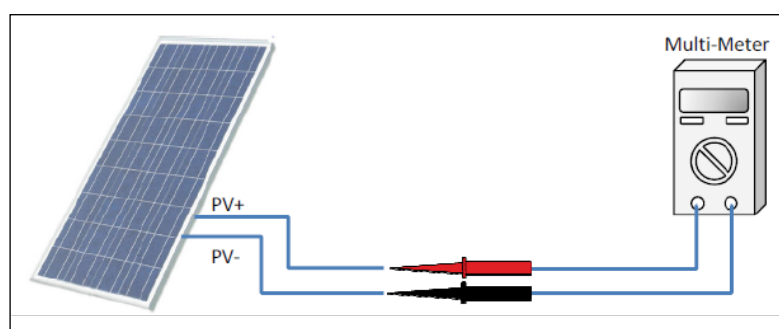

Figura 3.16: Detecção de polaridade de cabo de CC.
1. Consulte a *Figura 3.16* para confirmar a configuração de entrada de CC e assegure-se de que a tensão de circuito aberto máxima de cada arranjo fotovoltaico seja inferior a 1100 Vcc em quaisquer condições (levando em consideração o coeficiente de temperatura do painel solar, preste atenção especial à temperatura ambiente mais baixa. A tensão de circuito aberto do conjunto fotovoltaico seja inferior a 1100 V);